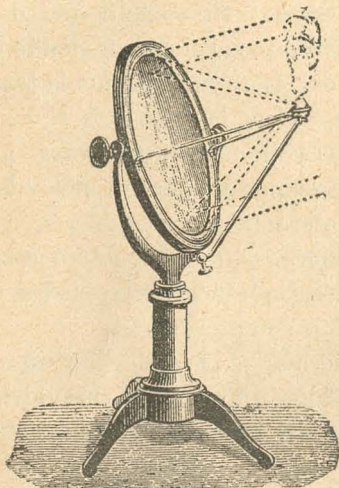

Fig. 89.—Espejo ardiente
*Los espejos ardientes* (fig. 89) son espejos cóncavos que tienen la propiedad de reflejar y concentrar el calor del sol,